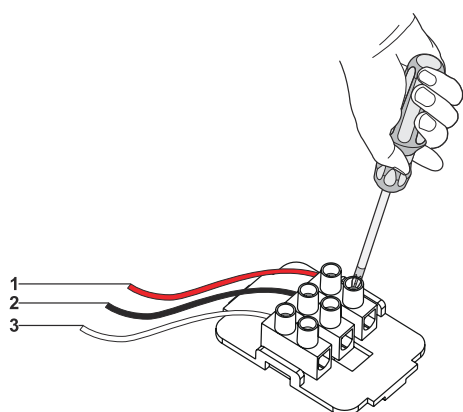

Fig. 29
- 1. ➤ **NC / COM:** När dessa 2 anslutningar används och fläkten stängs av kommer fläkten skicka en signal till den anslutna enheten (Fig. 29).
- 2. ➤ **NO / COM:** När dessa 2 anslutningar används och fläkten sätts på kommer fläkten skicka en signal till den anslutna enheten (Fig. 29).